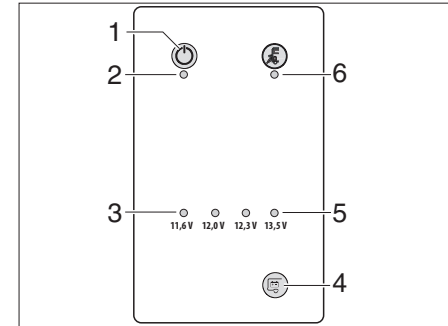

Bild 64 Panel LT 104
Mit dem Sensor-Tastfeld (Bild 64,4) kann die Batteriespannung der Wohnraumbatterie angezeigt werden.
Die Kontroll-LEDs (Bild 64,5) zeigen die Batteriespannung an.
- Rote Warn-LED (Bild 64,3) leuchtet: Batteriespannung über 11,6 V
Die rote Warn-LED (Bild 64,3) leuchtet, sobald die Spannung der Wohnraumbatterie nur noch 11 V (Messung im laufenden Betrieb) beträgt und damit Tiefentladung droht.
Der 12-V-Hauptschalter (Bild 64,1) schaltet das Panel und die 12-V-Versorgung des Wohnraums ein und aus.
- ▶ Sensor-Tastfeld (Bild 64,1) berühren. Die 12-V-Versorgung des Wohnraums ist eingeschaltet. Die 12-V-Kontroll-Leuchte (Bild 64,2) leuchtet grün.
- ▶ Sensor-Tastfeld (Bild 64,1) erneut berühren. Die 12-V-Versorgung des Wohnraums ist ausgeschaltet. Die 12-V-Kontroll-Leuchte (Bild 64,2) erlischt.
Die 12-V-Kontroll-Leuchte (Bild 64,5) leuchtet, wenn der 12-V-Hauptschalter (Bild 64,6) eingeschaltet ist.
Die gelbe 230-V-Kontroll-Leuchte (Bild 64,1) leuchtet, wenn am Eingang des Elektroblocs Netzspannung vorhanden ist.